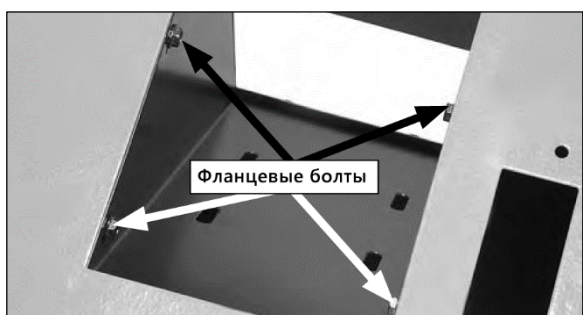

Рисунок 11.
**Внимание!** Закручивайте фланцевые болты М6 с внутренней стороны желоба для отходов (рис. 11).